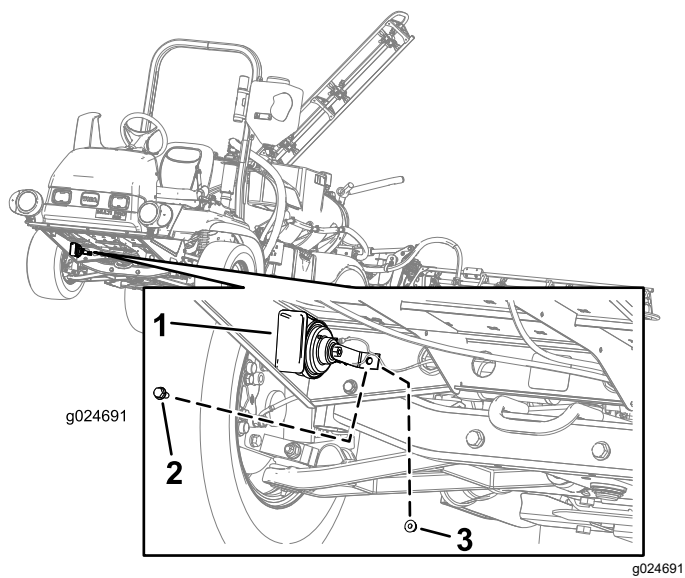

Figura 3
1. Alinee el conjunto del claxon con el taladro situado en el lado derecho delantero de la máquina (Figura 3).
2. Introduzca el tornillo de cabeza hexagonal (5/16-18 x ¾") por los taladros del conjunto del claxon y el bastidor de la máquina (Figura 3).
3. Instale el conjunto del claxon en la máquina con el tornillo de cabeza hexagonal (5/16-18 x ¾") y la tuerca con arandela prensada (5/16-18), según se muestra en Figura 3.